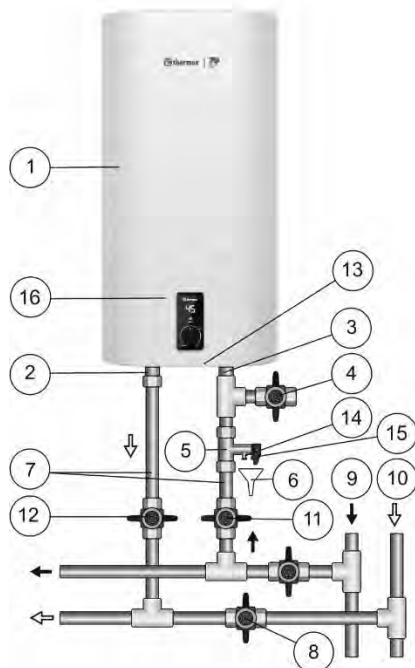

Рисунок 1. Схема подключения ЭВН к водопроводу
Внутренний бак изготавливается из высококачественной нержавеющей стали с содержанием титана, что обеспечивает высокую коррозионную стойкость и, как следствие, длительный срок эксплуатации. Пространство между внешним корпусом и внутренним баком заполнено пенополиуретаном - современной, экологически чистой теплоизоляцией, обладающей наилучшими характеристиками теплосбережения. Модели Victory имеют два резьбовых патрубка: для входа холодной воды (Рис. 1, п. 3) с синим кольцом и выхода горячей воды (Рис. 1, п. 2) - с красным кольцом. На лицевой стороне ЭВН во всех моделях находится панель управления (Рис. 1, п. 16).
Предохранительный клапан (Рис. 1, п. 5) выполняет функции обратного клапана, препятствуя попаданию воды из водонагревателя в водопроводную сеть в случаях падения в последней давления и в случаях возрастания давления в баке при сильном нагреве воды, а также функции защитного клапана, сбрасывая избыточное давление в баке при сильном нагреве воды. Во время работы водонагревателя вода может просачиваться из выпускной трубы предохранительного кла-
Необходимо обеспечить отвод воды из выпускной трубы предохранительного клапана (Рис. 1, п. 14) в канализацию, предусмотрев при монтаже ЭВН соответствующий дренаж (Рис. 1, п. 6).
Необходимо регулярно (не реже одного раза в месяц) проводить слив небольшого количества воды через выпускную трубу предохранительного клапана в канализацию для удаления известковых осадков и для проверки работоспособности клапана. Для открывания клапана он снабжен ручкой (Рис. 1, п. 15). Необходимо следить, чтобы во время работы ЭВН эта ручка находилась в положении, закрывающем слив воды из бака.
Установить предохранительный клапан (Рис. 1, п. 5) на входе холодной воды (Рис. 1, п. 3), помеченном синим кольцом, закрутив на 3,5 - 4 оборота, обеспечив герметичность соединения любым уплотнительным материалом (льном, лентой ФУМ и др.).
Подключение к водопроводной системе должно производиться в строго вертикальном положении в соответствии с Рис. 1. Подключение в ином положении, в том числе с выходом патрубков справа, недопустимо, так как это может вызвать выход ЭВН из строя и снятие изделия с гарантии.
**Рисунок 1:** 1 – ЭВН, 2 – патрубок горячей воды, 3 – патрубок холодной воды, 4 – сливной вентиль, 5 – предохранительный клапан, 6 – дренаж в канализацию, 7 – подводка, 8 – перекрыть вентиль при эксплуатации ЭВН, 9 – магистраль холодной воды, 10 – магистраль горячей воды, 11 – запорный вентиль холодной воды, 12 – запорный вентиль горячей воды, 13 – защитная крышка, 14 – выпускная труба предохранительного клапана, 15 – ручка для открывания предохранительного клапана, 16 – панель управления.